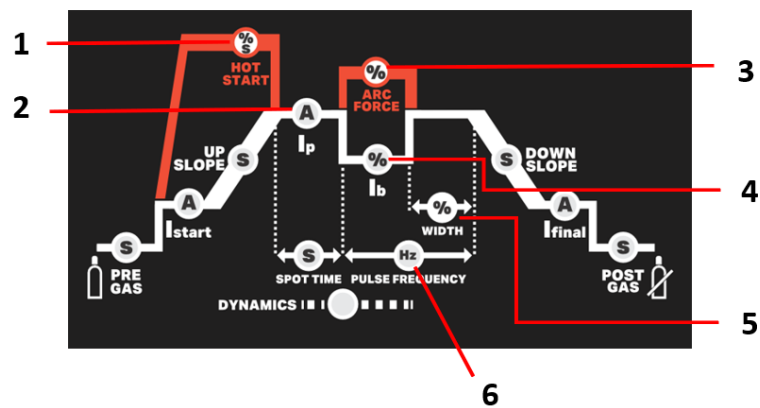

Fig. 2 – Parâmetros MMA
(Ver os itens na Fig. 2)
- Ajustar o valor de corrente ao diâmetro do eletrodo (Fig.2 - 2), de acordo com a seguinte tabela, para regular as máquinas de acordo com o eletrodo a utilizar e iniciar a soldadura